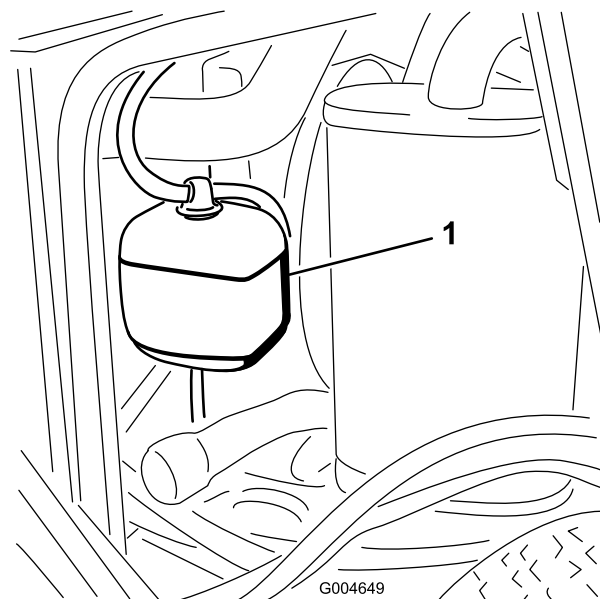

Figura 47
1. Controllate il livello di refrigerante nel serbatoio di espansione (Figura 47).